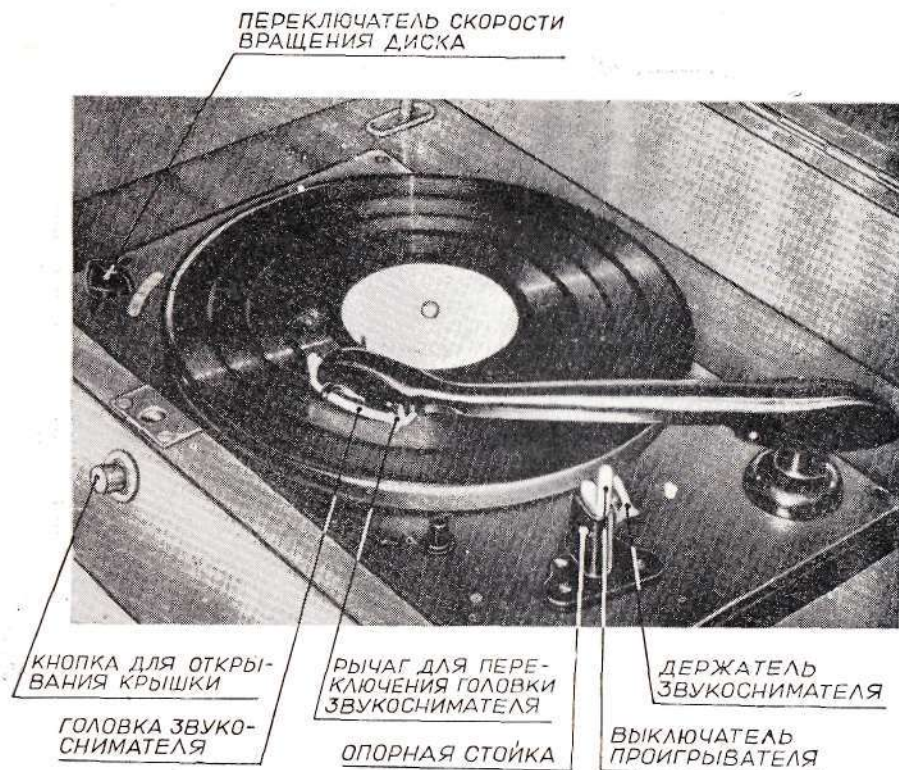

Рис. 7. Общий вид электропроигрывателя.
3) Установите переключатель скорости вращения диска (см. рис. 7) в положение, соответствующее числу оборотов, указанному на пластинке. Обычные пластинки проигрываются при 78 об/мин.
6) Снимите звукосниматель с подставки (см. рис. 7), при этом автоматически включается электродвигатель и диск вращается, и плавно опустите его на грампластинку так, чтобы игла попала на начало записи.
5) В случае преждевременного срабатывания автостопа, необходимо вновь включить проигрыватель кратковременным нажатием на выключатель проигрывателя (см. рис. 7).